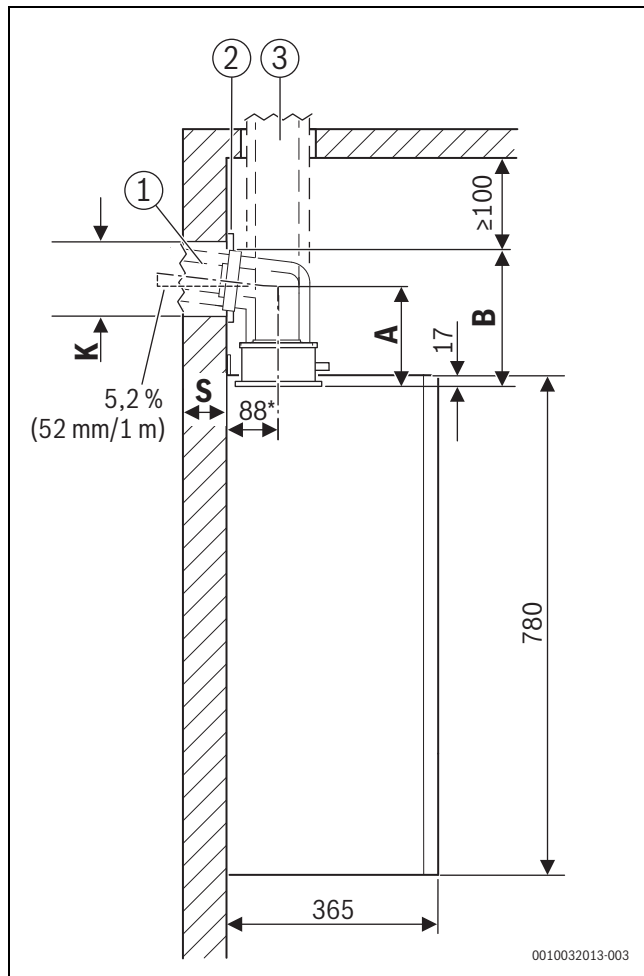

Bild 21 Seitenansicht (Maße in mm)
Abstand A und B → Bild 21, Seite 32.
- Ggf. Maß der Blende (→ Bild 21, Seite 32, [2]) addieren.